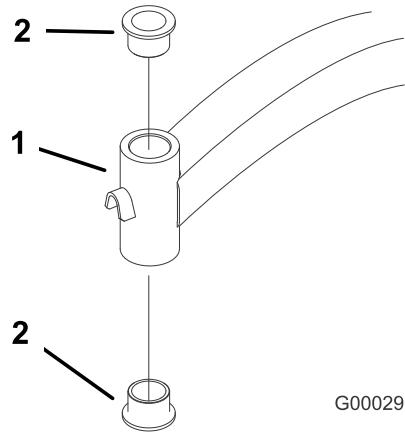

Figure 38
5. Insérez un chasse-gouille dans le tube de montage et chassez les bagues avec précaution (Figure 38). Nettoyez l'intérieur du tube de montage.